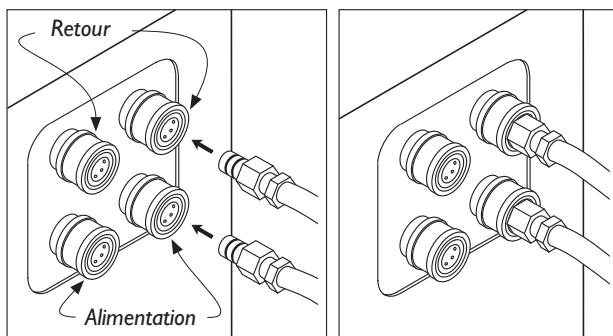

Figure 5—Raccords rapides
- I. Fixer un raccord rapide à la connexion supérieure de la machine et un autre à la connexion inférieure (fig. 5, p. 7). Pousser chaque bague de retenue vers le boîtier et introduire fermement le raccord rapide. Tout en maintenant le raccord, laisser la bague de retenue revenir en position. Vérifier que le raccord est totalement engagé en tirant fermement sur le tuyau.